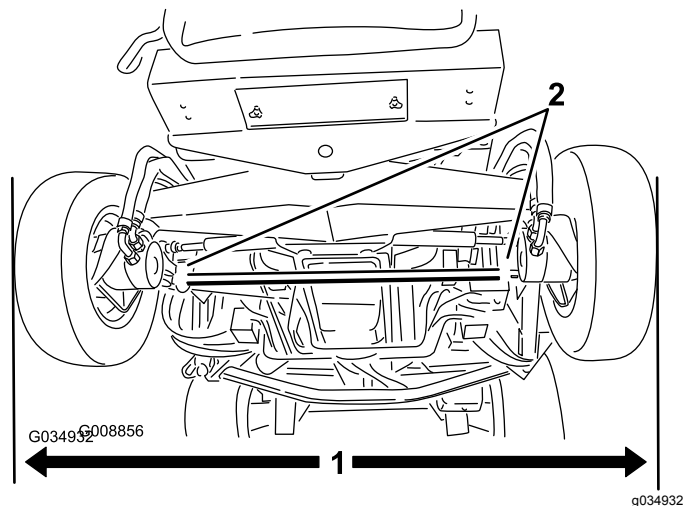

図 115
1. 後輪をまっすぐ前に向けた状態で、後輪の前と後ろで、左右のタイヤの外側間距離車軸の高さ位置でを測る 図 115。
2. トーインの調整は、まずタイロッド両端のクランプをゆるめる 図 115。